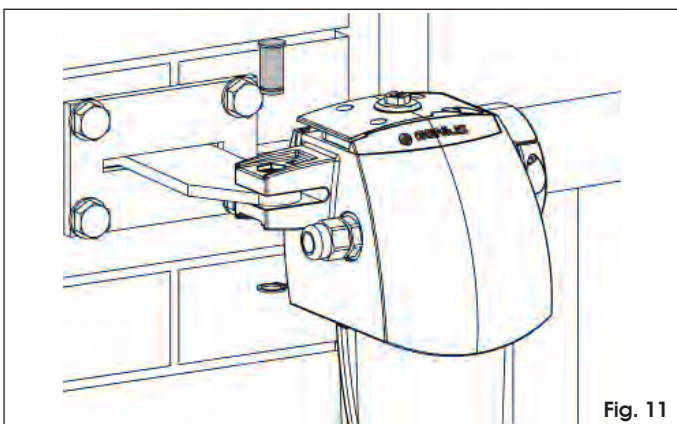

Fig. 11
2. Fije el operador a la brida posterior anteriormente fijada utilizando los pernos y los anillos elásticos suministrados en dotación (Fig. 11).